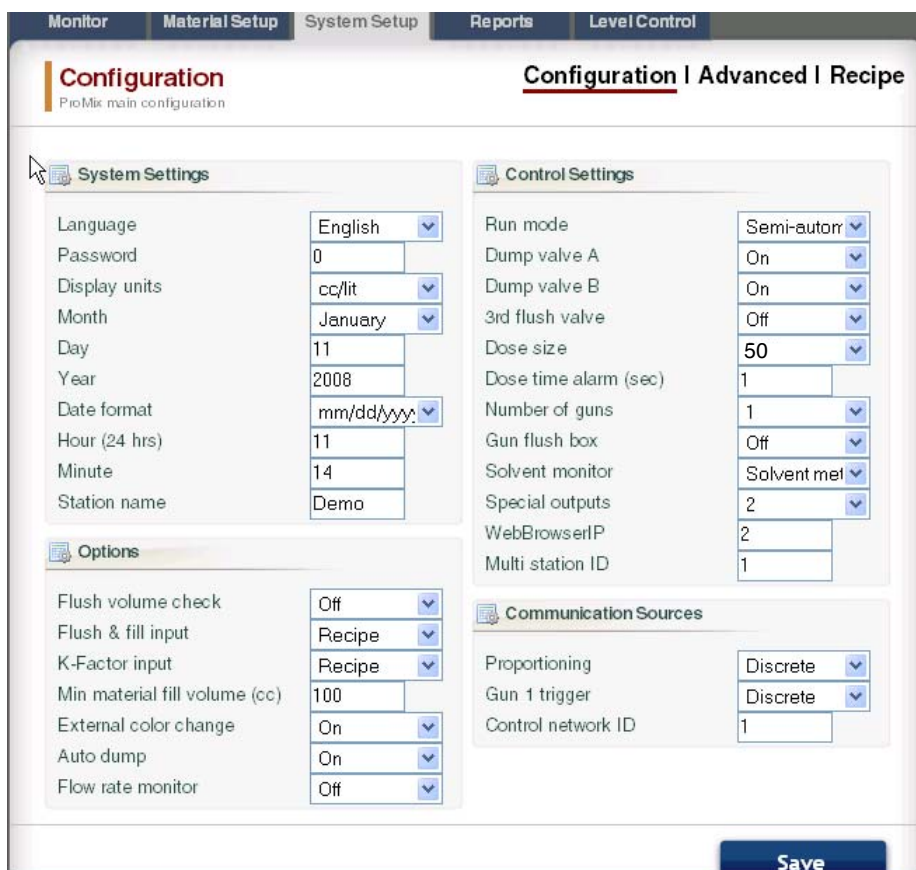

Рис. 56. Вкладка установок системы, экран конфигурации
Каждый EasyKey должен иметь уникальное имя и адрес IP. См. экран конфигурации на **Рис. 56**, чтобы назначить название станции (1-99).
- **Экран конфигурации** соответствует экранам Конфигурации Системы на EasyKey. См. **Рис. 56** Для исчерпывающей информации об этих параметрах настройки и их действиях, см. секцию Установки в руководстве работы системы.